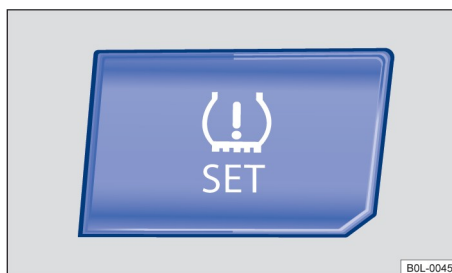

Рисунок 142. Центральная консоль: кнопка контроля давления в шинах
- Когда давление во всех 4 шинах достигнет требуемых значений, нажмите и удерживайте кнопку  в верхней части центральной консоли → Рисунок 142, пока система не подаст подтверждающий сигнал.